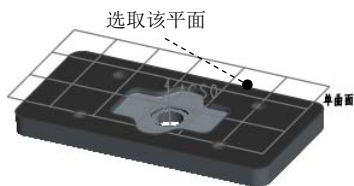

图 19.3.21 选取加工参考面
Step3. 在“铣削：表面铣削”操控板中单击按钮，在弹出的“参考”设置界面中类型下拉列表中选择选项，单击列表框，选取图 19.3.21 所示的平面（参照模型的顶面，图中已经将工件模型隐藏）。